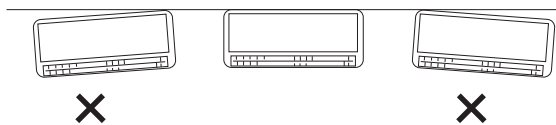

Рис. 3-3
(3) Дважды проверьте с помощью уровня или рулетки, что панель установлена горизонтально. Это важно для надлежащей установки блока. (Рис. 3-3)